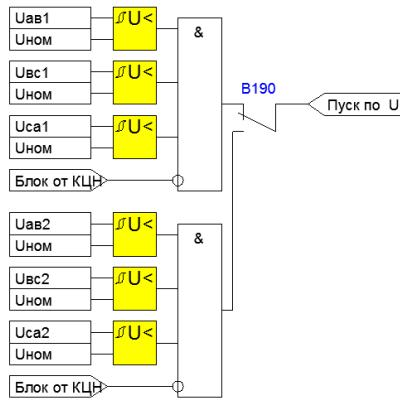

Рисунок 4.2.11 – Пуск АВР по снижению напряжения
- отсутствует напряжение со стороны питания или оно снижено ниже установки срабатывания (Рисунок 4.2.11);